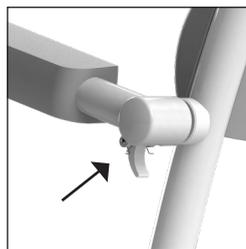

Abbildung 11 Armlehne.
- Die Armlehnen können entriegelt werden, indem der Sicherungsstift beim Gelenkpunkt am Gestell eingedrückt wird (Siehe Abbildung 11).